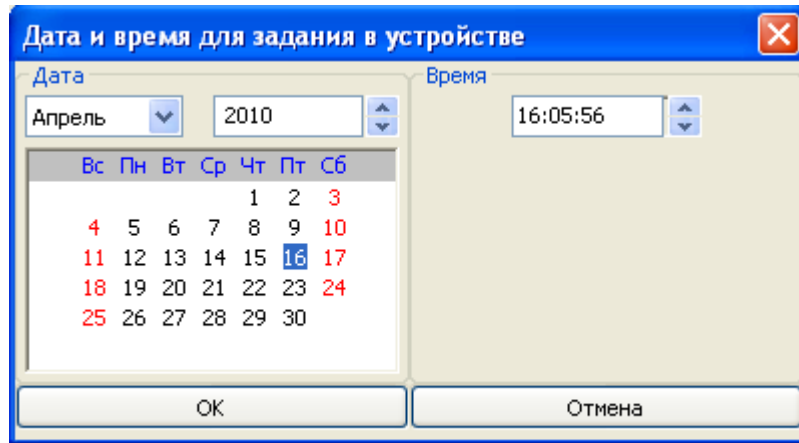

Рисунок 7. Окно «Дата и время для задание в устройстве»
- кнопка «Дата/время в устройстве...». Кнопка активна для СИ, имеющих (либо эмулирующих) внутренние часы. По нажатию кнопки отображается окно «Дата и время для задание в устройстве» (Рисунок 7). Выбранные в окне дата и время передаются в память СИ кликом на кнопке «Ok»;